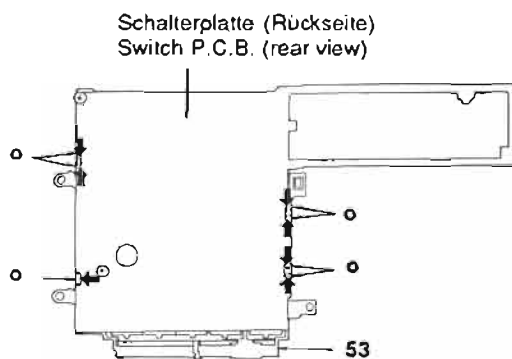

Abb. 23 Fig. 23
11. Tastensatz 53 abnehmen (Abb. 23)
11. Removal of the Operation Button 53 (Fig. 23)